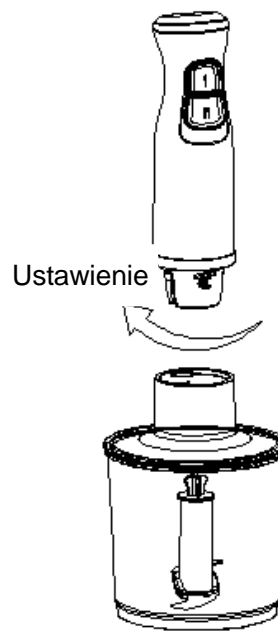

Fig:3
5. Korpus silnika włożyć do otworu w pokrywie miski a potem obrócić w kierunku zgodnym z kierunkiem ruchu wskazówek zegara aż się ustawi (zob. Rys. 3)